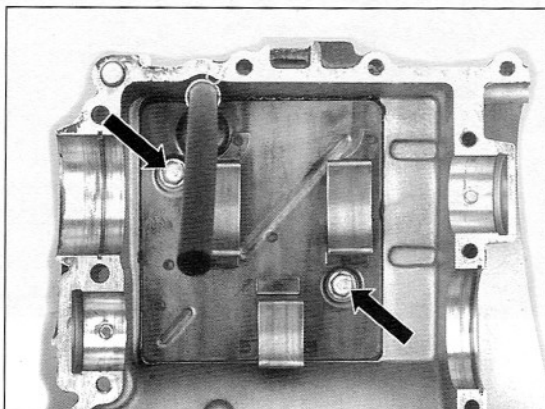

Bild 234
- Zwei Befestigungsschrauben ausdrehen und Ölscheideplatte (Bild 234) von oberer Gehäusehälfte abnehmen.